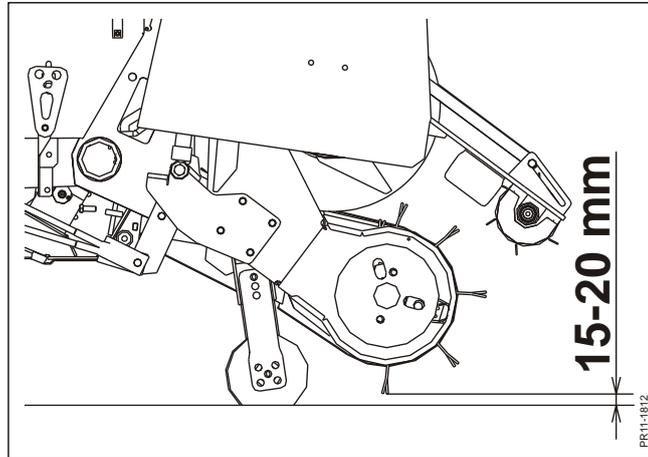

Abb. 4-1
**Abb. 4-1** Die Pickup ist mit Stützrollen aus Stahl ausgestattet, die höhenverstellbar sind. Die Pickup sollte so auf eine Höhe eingestellt werden, dass die Zinken nicht auf dem Boden aufliegen und Erde ins Erntegut gelangt und dass Gras ohne Verlust aufgenommen werden kann.